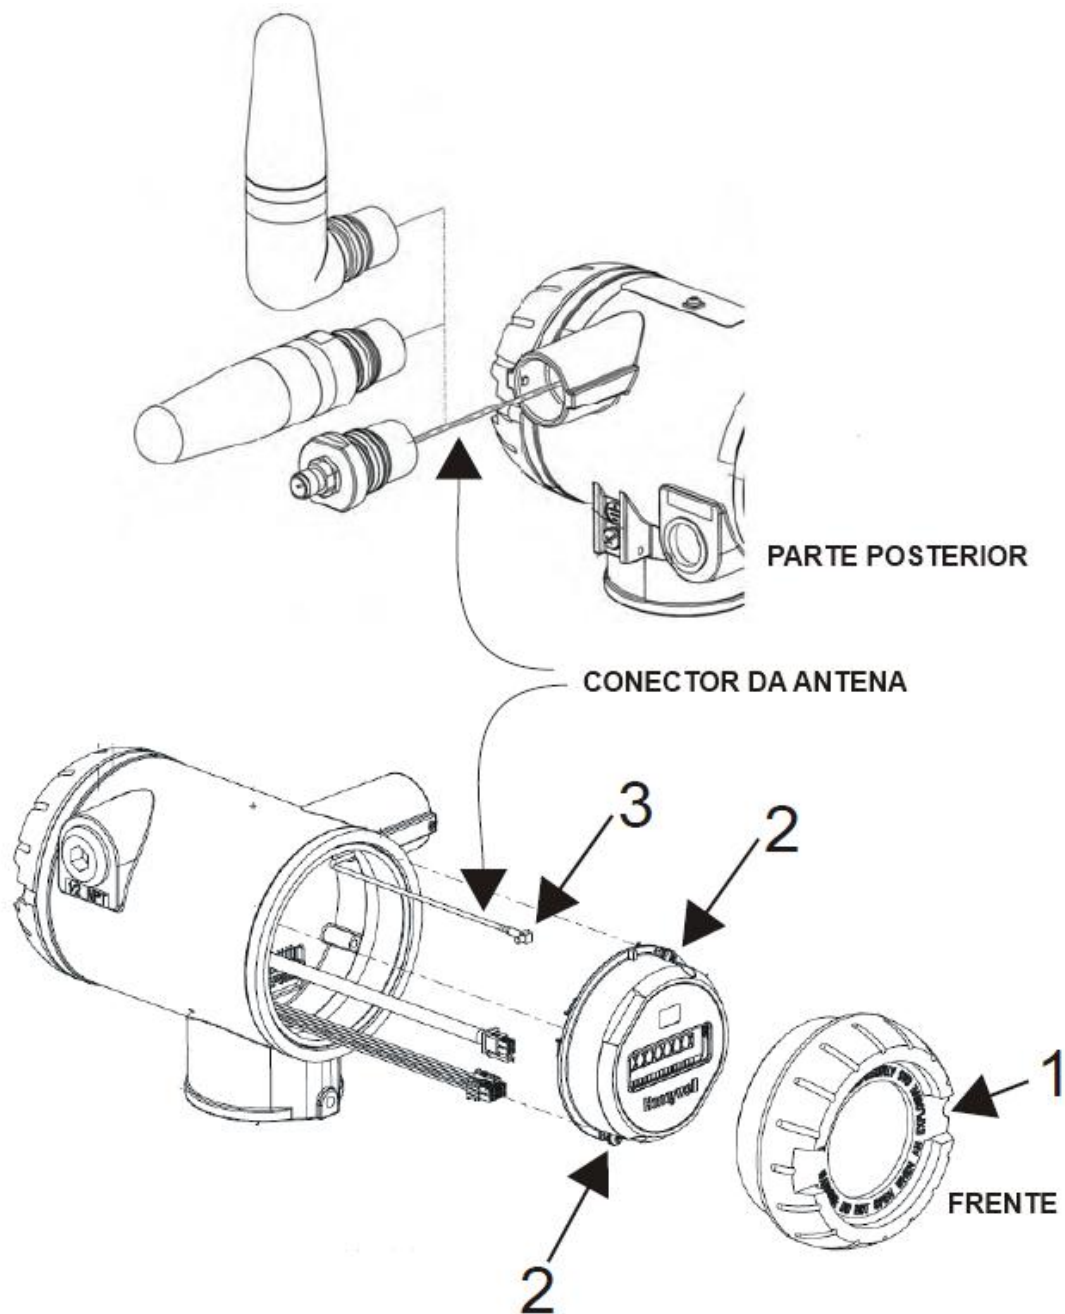

Figura 10 – Substituição da antena
2	Soltar o parafuso de fechamento M3 da tampa da extremidade da bateria (extremidade oposta do visor). Ver item 1, na Figura 10. Desparafusar e remover a tampa da extremidade frontal.
3	Soltar os dois parafusos do módulo do sensor. Ver itens 2, na Figura 10.
4	Remover o módulo do sensor do corpo do transmissor e desconectar o conector da antena do conector CN2, no módulo do sensor. Ver item 3, na Figura 10.
5	Soltar o parafuso de fechamento na base da antena. Desparafusar a antena do transmissor. Remover a antena e seu conector do transmissor. Ver Figura 10.
7	No módulo do sensor, ligar o conector da antena ao conector CN2. Ver item 3, na Figura 10.
8	Inserir o módulo do sensor. Orientar na orientação correta da vista antes de apertar os dois parafusos do compartimento do sensor. Ver itens 2, na Figura 10. Torque dos parafusos de 0,4 a 0,6 Nm.